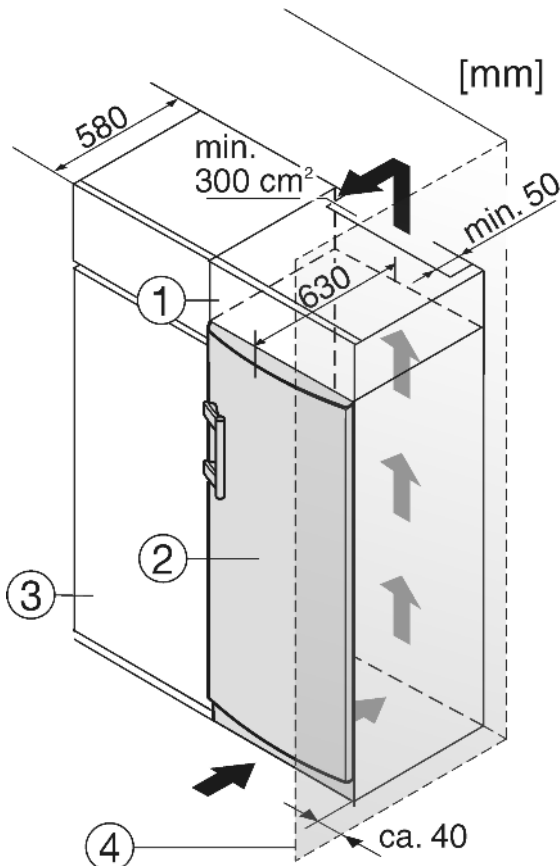

Fig. 9
- (1) Дополнительный шкафчик
- (2) Устройство
- (3) Кухонный шкаф
- (4) Стенка
При комбинировании с обычными кухонными шкафами (глубина макс. 580 мм) устройство можно установить непосредственно рядом с кухонным шкафом Fig. 9 (3). Дверь устройства выступает по сторонам на 34 мм и по центру устройства на 50 мм относительно передней стенки кухонного шкафа. Поэтому ее можно свободно открывать и закрывать.
Если устройство установлено на шарнирах у стены Fig. 9 (4), то расстояние между устройством и стеной должно быть не менее 40 мм. Настолько выступает ручка при открытой дверце.